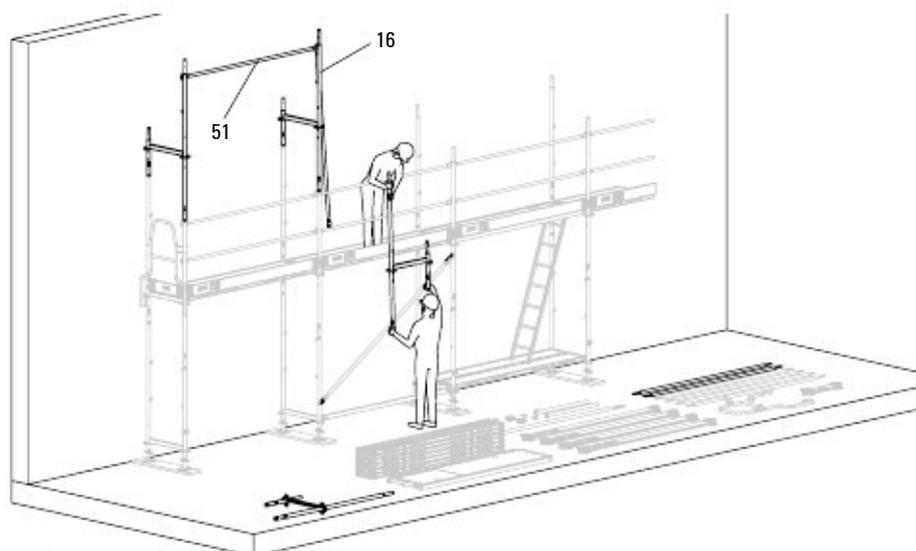

Fig. B5.03
3. Демонтирайте Easy Frame EVF (16) заедно с горния парапет EPG (51) в обратен ред на последователността на монтаж. (Fig. B5.03)